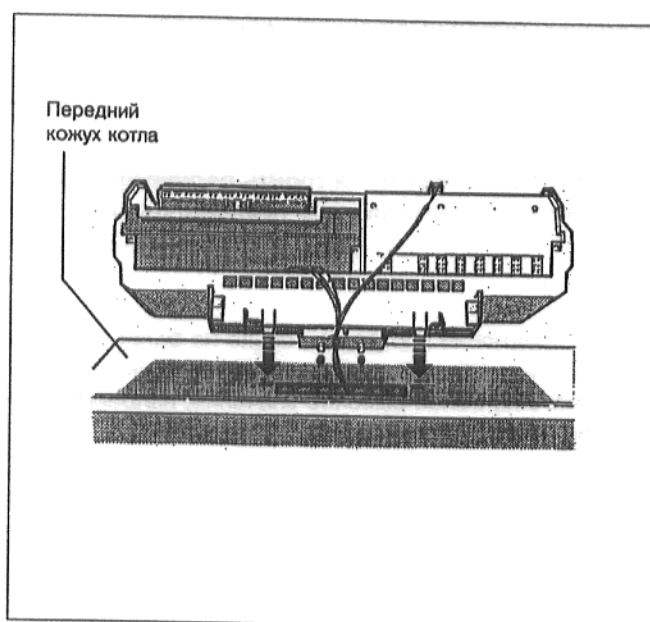

Рис. 38
- Установить устройство регулирования на передний кожух котла таким образом, чтобы вставные крюки на нижней стороне устройства регулирования вошли спереди в овальные отверстия (рис. 38).